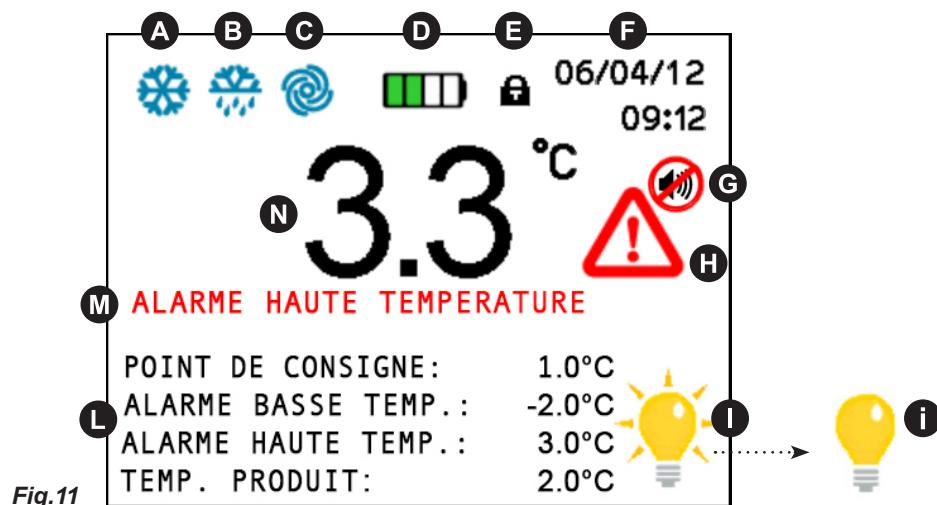

Fig.11
- Ecran (1). Affichage de la température et de l'état de fonctionnement de l'appareil
- Touches capacitatives (2), (3), (4), (5), (6), (7). Ils gèrent plusieurs fonctions selon le menu contextuel OSD (on screen display) affiché
- Touche ON/OFF (8). Il permet le démarrage et l'arrêt du panneau de contrôle
- Touche MENU (9). Il permet l'accès au menu principal
- Touche HOME (10). Il permet à tout moment (si retro-éclairé) de revenir à l'affichage principal
- Touche ESC (11). Il permet de revenir au menu précédent
- Touche ENTER (12). Il confirme la choix et les variations effectuées dans le menu affiché sur l'écran
8.1.2 Affichage (1) e indications de fonctionnement (**Fig.11**)